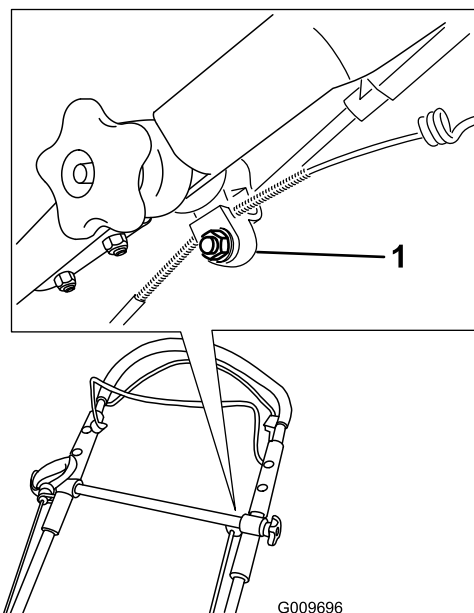

Figura 49
1. Afloje la tuerca del soporte del cable (Figura 49).